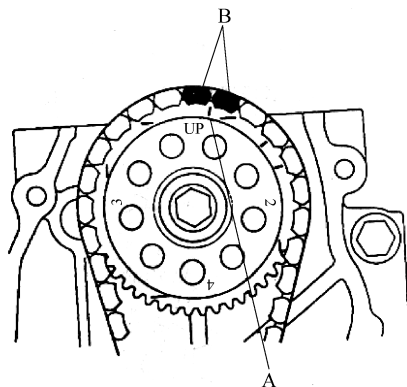

图 2-88 两块色片中间位置对准TDC标记
5) 将正时链安装到凸轮轴链轮上,指针(A)要与两块色片(B)的中心对齐(L13A3, L12A3型发动机),见图2-88。